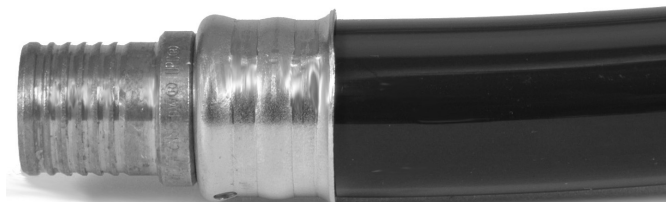

Figura 3 – Acoplamiento engarzado correctamente
- Revise la unión sellada (*Figura 3*). Fijese en lo siguiente: